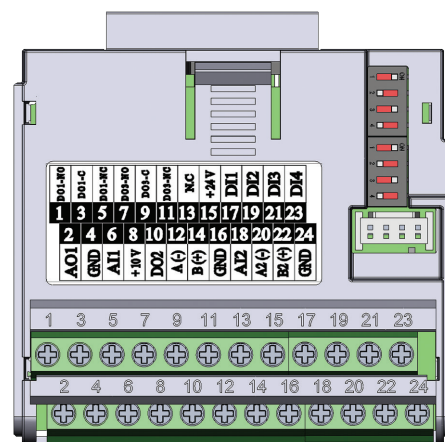

Figura 17.4: Módulo Plug-in CFW500-CRS485
El módulo plug-in CFW500-CRS485 tiene la interfaz Serial (1) a través de la puerta RS-485 en los bornes 12(A-) y 14(B+), así como la interfaz Serial (2) también a través de otra puerta RS-485 en los bornes 20(A2+) y 22(B2+), vea la Figura 17.4 en la página 17-1.